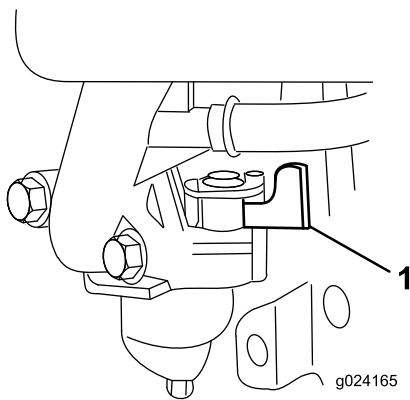

Figure 16
2. Ouvrez le robinet d'arrivée de carburant en tournant le levier vers la **droite** (Figure 16).
Remarque: Fermez le robinet d'arrivée de carburant en tournant le levier (Figure 16) vers la **gauche** si vous ne prévoyez pas de démarrer le moteur tout de suite après.